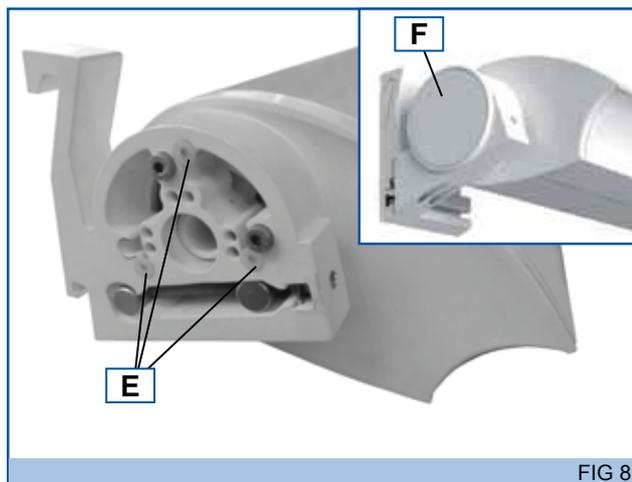

FIG 8
8. Pendant que le store est ouvert, réglez la vis (C) à l'aide d'une clé hexagonale de 6 mm jusqu'à obtenir la pente désirée (voir Fig. 8).